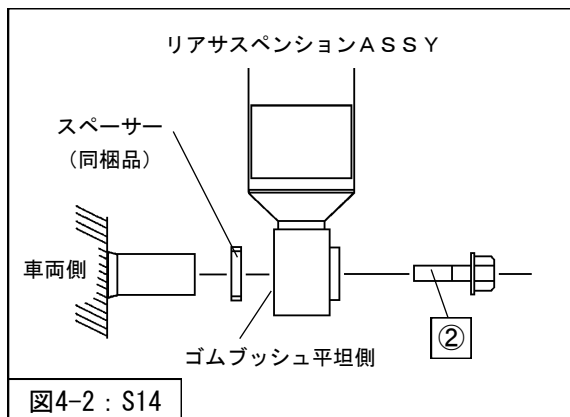
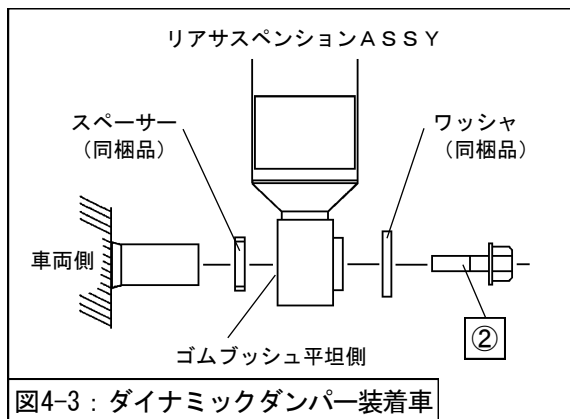

図4-2 : S14
図4-3 : ダイナミックダンパー装着車
- サスペンションロア取付け部の車両側のシャフトにスペーサー (同梱品) を取付けてください。(図4-2・図4-3)
- ダイナミックダンパー装着車はワッシャ (同梱品) を取付けてください。(図4-3)
- ②リアサスペンションASSYロア取付ボルト
を取付けてください。(図4-2・図4-3)